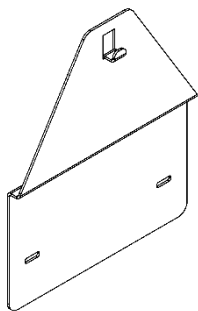

Рисунок 6. Переходная планка
7.2.3. При установке аппарата на место где ранее был установлен аппарат марки «NEVA» или «BaltGaz», который крепился к стене с помощью двух крючков, можно выкрутить данные крючки и использовать отверстия для установки переходной планки (см. рис. 6). Переходная планка 124610-00.050 позволяет смонтировать аппарат с использованием уже имеющихся крепежных отверстий в стене. Переходная планка приобретается отдельно в фирменных магазинах или на сайте [baltgaz.ru](http://baltgaz.ru).